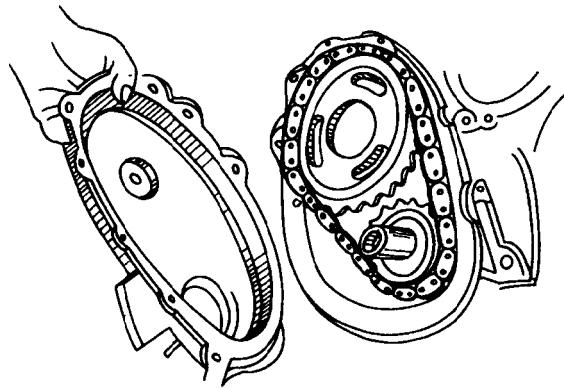

图 1 正时链罩
(1) 曲轴、凸轮轴链轮及正时链条的拆卸
① 首先卸下发动机下曲轴箱，使用专用工具取下曲轴前端的橡胶摩擦式扭转减振器、减振器带轮毂总成及密封圈等，然后卸下正时链罩(见图 1)。